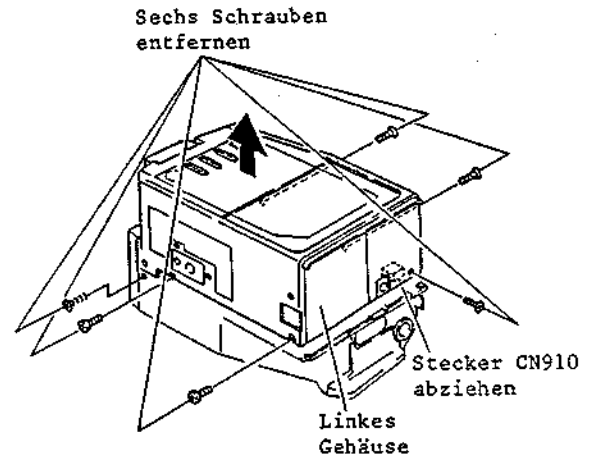

Abb. 2-3 Ausbau des linken Gehäuses
#### 1-2 Ausbau des linken Gehäuses (Abb. 2-3)
2. Sechs (6) Befestigungsschrauben des linken Gehäuses lösen und das linke Gehäuse in Pfeilrichtung öffnen (siehe Abb. 2-3).
2. Das linke Gehäuse ausbauen (siehe Abb. 2-3).